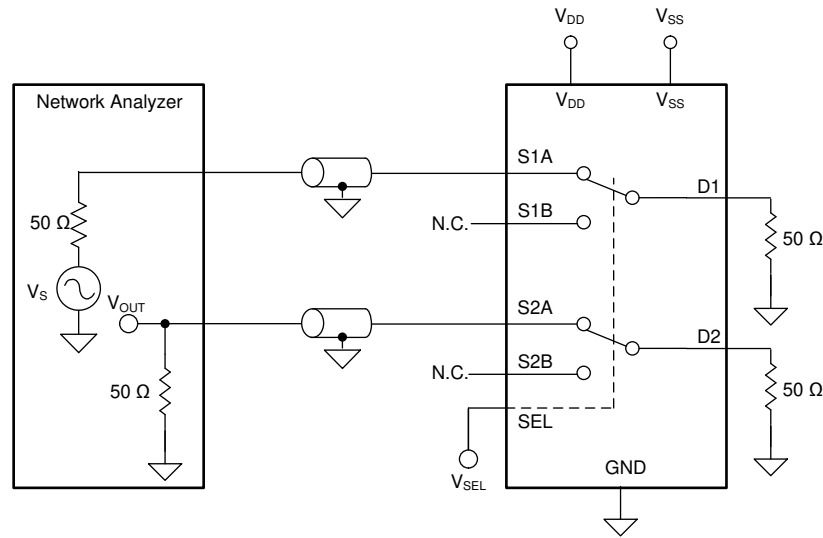

図 6-9. チャネル間クロストーク測定時の設定
2. チャネル間クロストーク: 図 6-9 に示すように、別のチャネルのオンスイッチ入力のソースピンに 1-VRMS 信号を印加した場合の、オンスイッチ入力のソースピン (Sx) 電圧。